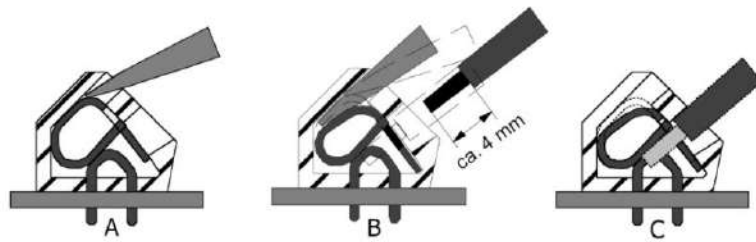

Figura 45 Conexión en terminales de resorte sin tornillos
- Inserte un destornillador de tamaño 1 en la abertura superior e introdúzcalo girando ligeramente hacia arriba (figura 45 A).
- Ahora coloque el cable de conexión pelado en la abertura inferior y sosténgalo allí de forma segura (figura 45 B).
- Retire el destornillador. A continuación, se fija firmemente el cable de conexión (figura 45 C).
El aislamiento de la línea de conexión debe extenderse hasta la hendidura del terminal, es decir, no debe quedar ninguna parte desnuda de la línea de conexión visible por encima del borde del terminal (como se muestra en la figura 45 C). Tocar partes vivas es peligroso para la vida. La parte pelada del cable de conexión debe acortarse si es necesario.